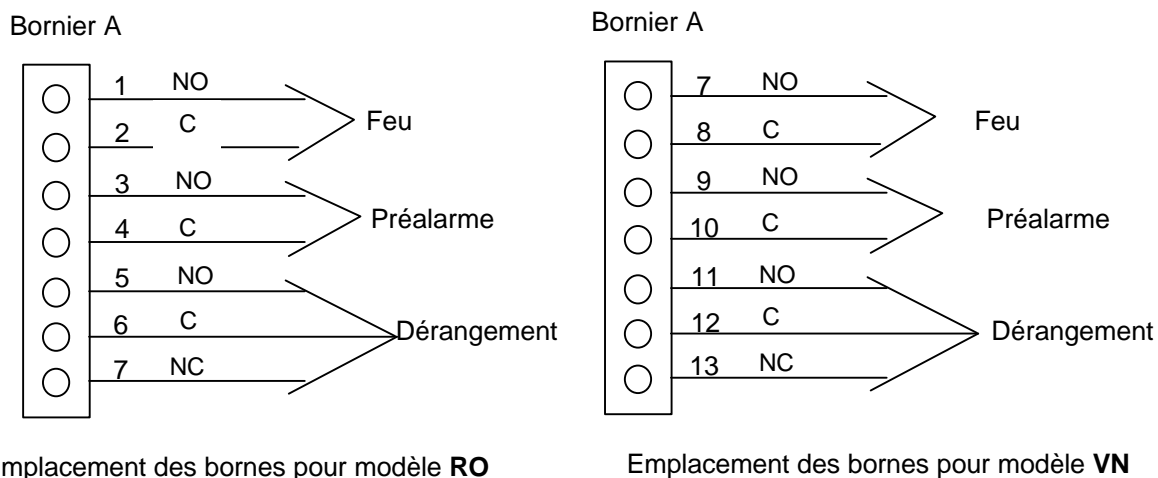

Figure 21 Détails de raccordements des câbles des relais
- b) Raccorder les câbles aux bornes des relais selon la Figure 21 et les besoins du site.